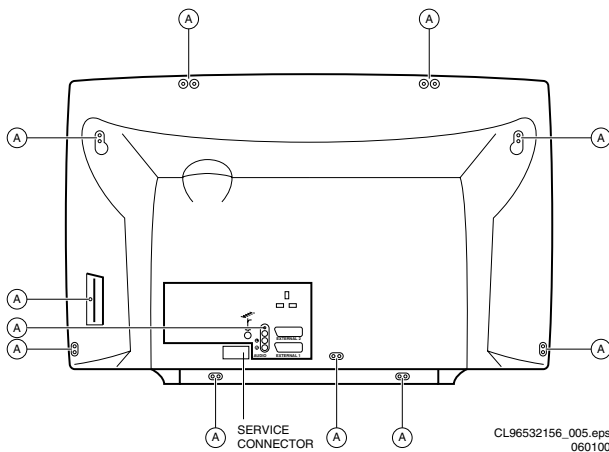

Figure 4-1
1. Enlever le couvercle du 'Connecteur de service', voir Figure 4.1.